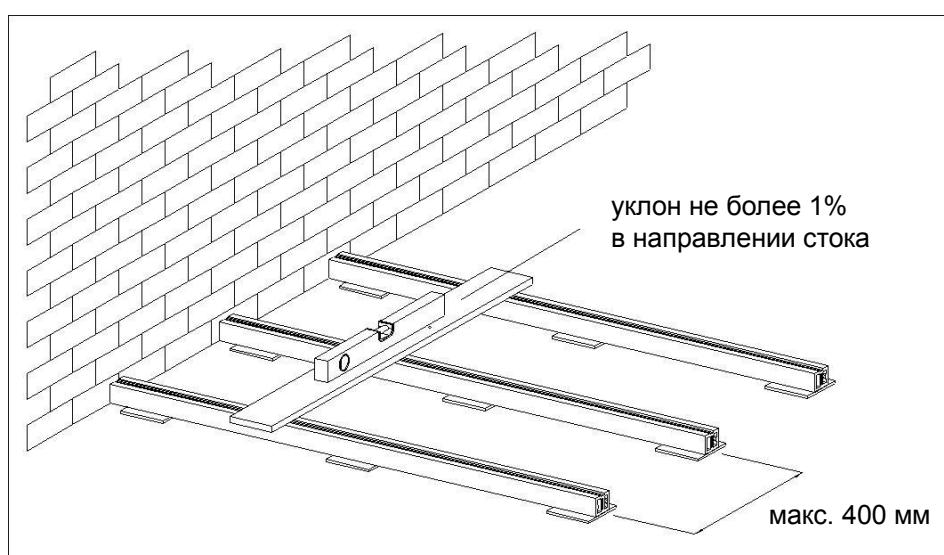

Рис. 4
- Предусмотрите уклон основания под настилом не менее 1% (1 см на 1 м.пог), в направлении стока (рис. 4). Под настилом должен быть предусмотрен хороший сток или система дренажа дождевой и талой воды;